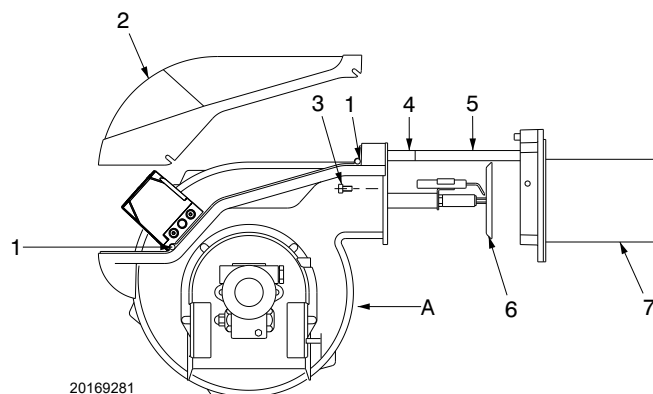

Fig. 39
- reculer la partie A en la soulevant légèrement pour ne pas abîmer le disque 6) sur l'embout 7). (Fig. 39).